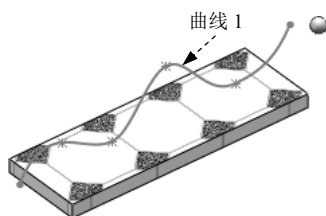

图 11.2.13 “重合”配合
(1) 选择下拉菜单 **插入(I) → 配合(M)...** 命令, 系统弹出“配合”对话框。
(2) 添加“重合”配合。单击“配合”对话框中的  按钮, 在设计树中选取“ball”零件的原点和如图 11.2.13 所示的曲线 1 重合, 单击快捷工具条中的  按钮。